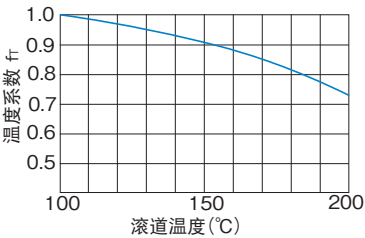

图2 温度系数 ( $f_t$ )
- $f_T$  : 温度系数 (参照图10-8图2)
如果LM滚柱滚动块的使用环境温度超过100℃时,就要考虑高温的不良影响,应将基本额定载荷乘以图2中表示的温度系数。